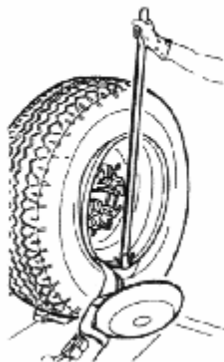

Рисунок 8
10.4. Подвинуть лапку наружу до внешней стороны борта обода, (можно использовать монтировку, чтобы отделить край шины от обода) (рис.8).